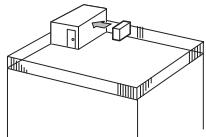

Fig. 2-4
- ① Vend luftutløpet mot nærmeste tilgjengelig vegg, omtrent 35 cm unna veggen. (Fig. 2-4)